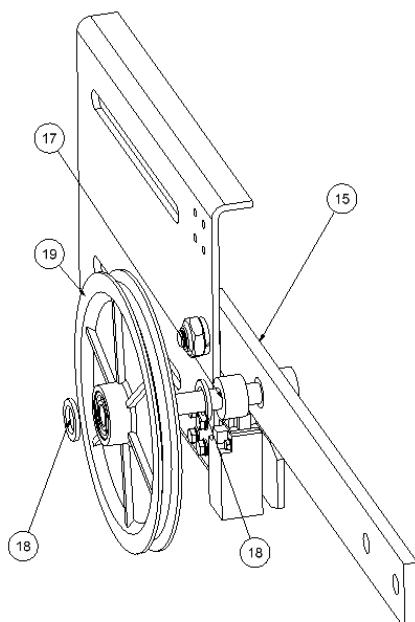

Abbildung 3
Bringen Sie einen weiteren Nylonring an (18).*Abbildung 3*